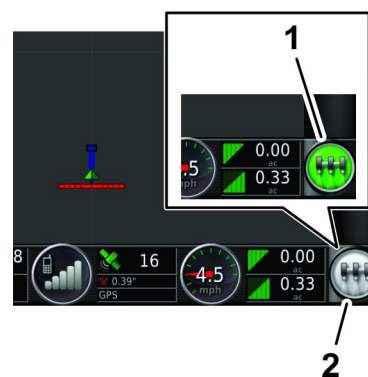

Figura 200
8. En la consola de control GeoLink, pulse el icono INTERRUPTOR MAESTRO (Figura 200) a ACTIVADO (verde).